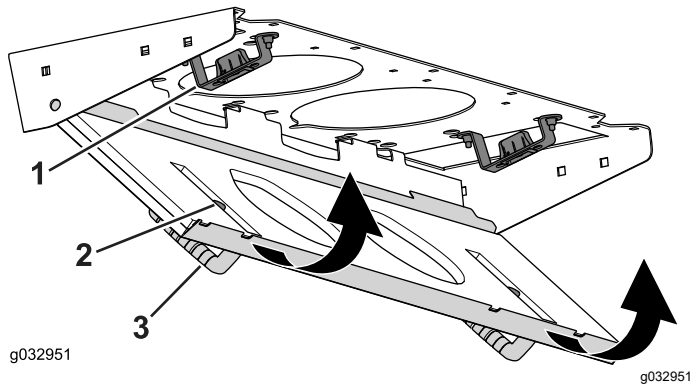

Figura 95
4. Gire la rejilla del filtro sobre las pestañas hasta que el resbalón se bloquee en el cerradero (Figura 95).